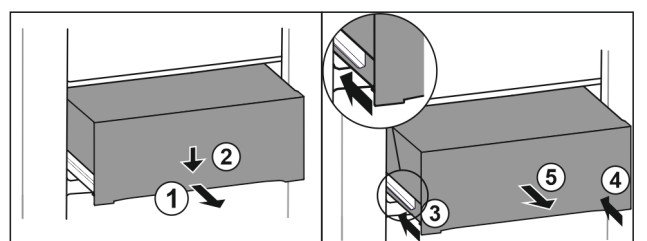

Fig. 139
- ▶ Predal izvlecite do polovice. Fig. 139 (1)
- ▶ Predal na sprednji strani potisnite navzdol. Fig. 139 (2)
- ▶ Levo vodilo potisnite približno 2 cm noter. Fig. 139 (3)
- ▶ Desno vodilo potisnite približno 2 cm noter. Fig. 139 (4)
- ▶ Predal vzemite ven v smeri naprej. Fig. 139 (5)